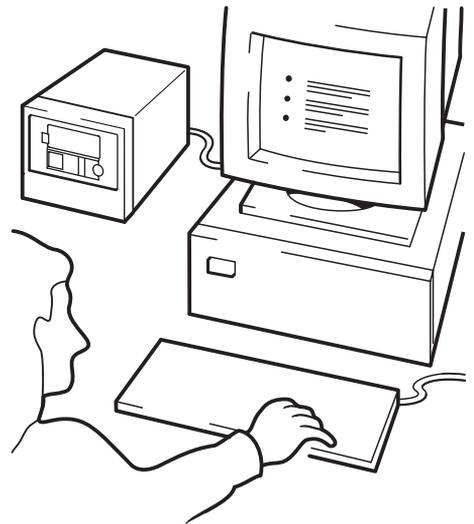

Figure 14d : hp obdr, étape 4
- 4 Pour configurer le système d'exploitation, suivez les instructions qui s'affichent à l'écran (voir figure 14d). Ces instructions varient en fonction du logiciel de sauvegarde. En règle générale, vous pouvez accepter la réponse par défaut pour tous les messages : appuyez simplement sur <Entrée>, par exemple.